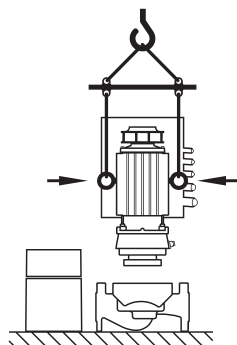

Fig. 25: Transport vtičnega kompleta
- Če bodo oz. so transportna ušesca premaknjena iz prirobnice motorja in montirana na ohišje motorja, je odobreno samo nošenje oz. transport vtičnega kompleta (Fig. 25), ne pa transport celotne črpalke kot tudi ne ločitev vtičnega kompleta od ohišja črpalke (pazite na demontažo in naknadno montažo distančnika).